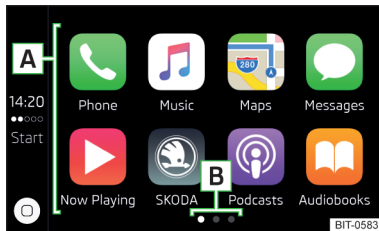

Abb. 180
- ▶ Im Hauptmenü Apple CarPlay die gewünschte Anwendung im Bereich **A** » Abb. 180 auswählen.